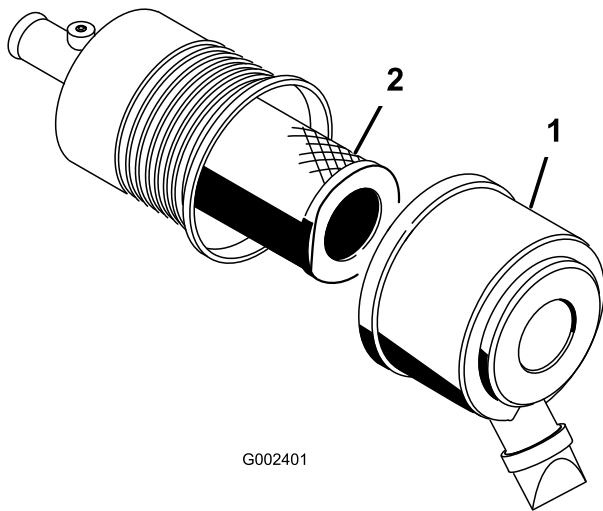

図 33
1. エアクリーナのリッチを外し、ボディーからカバーを抜き出す 図 33。
3. エアクリーナのボディーから、フィルタをはずかに引き出す (図 33)。
5. フィルタをゆっくり押し込むようにしてボディチューブに取り付ける 図 33。
6. 上下方向を間違えないように、エアクリーナカバーを正しく取り付け、ラッチを掛ける 図 33。